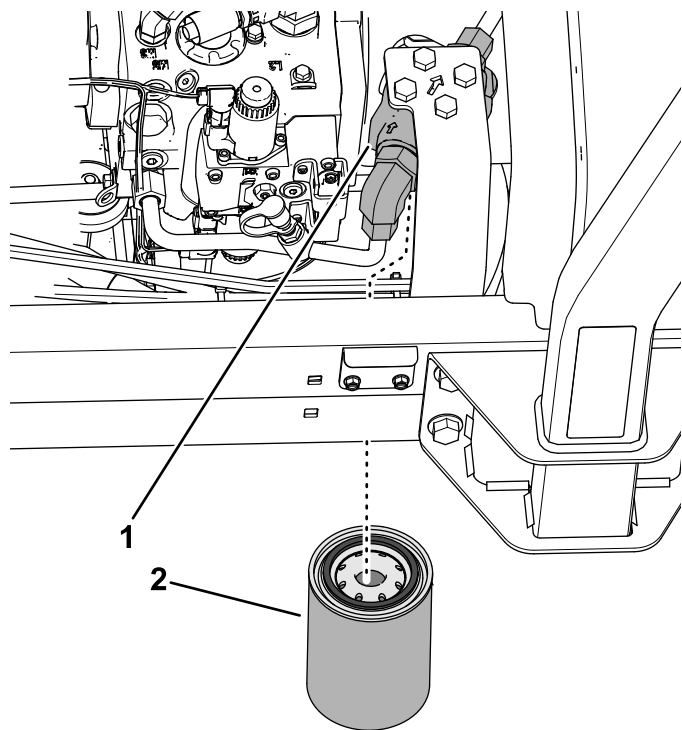

Рисунок 117
3. С левой стороны машины поставьте сливной поддон под фильтр линии нагнетания (Рисунок 117).